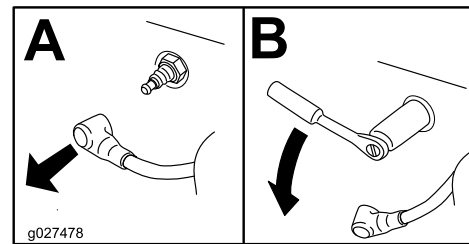

Figura 39
2. Retire la bujía, según se muestra en Figura 39.